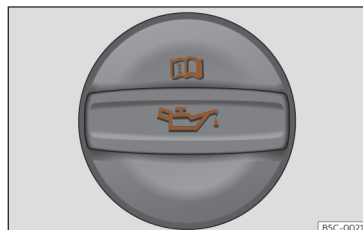

Fig. 230 Tampa do bocal de enchimento do óleo do motor no compartimento do motor.
- Localize o bocal de enchimento do óleo do motor. Reconhece-se pelo símbolo que existe sobre a tampa >>> **Fig. 230.**
- Desenrosque a tampa do bocal de enchimento do óleo do motor >>> **Fig. 230.**